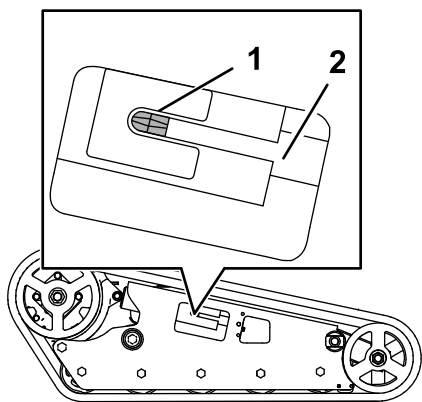

Рисунок 61
12. Используя ключ с храповым механизмом на 1/2 дюйма, поверните натяжной винт против часовой стрелки, пока он не дойдет до упора (Рисунок 61).
21. Убедитесь в том, что натяжной винт установлен до упора (Рисунок 61).